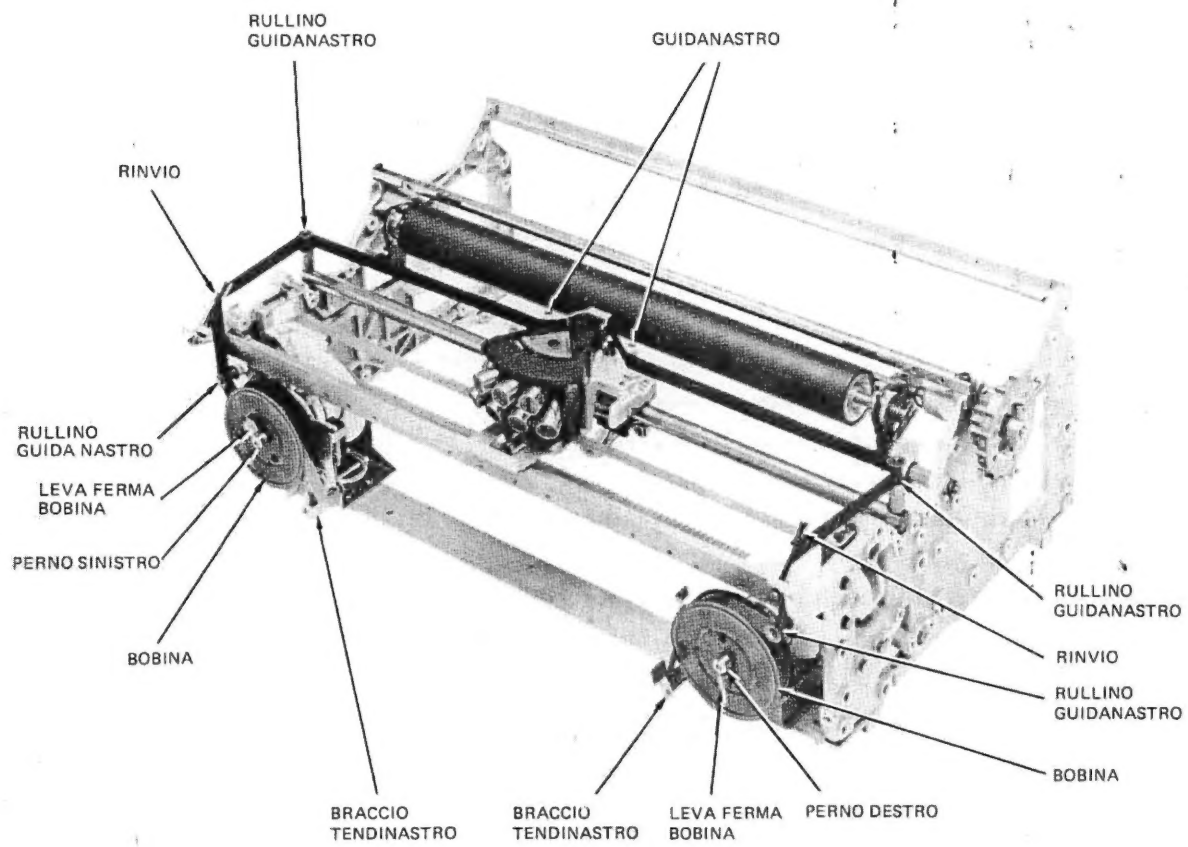

Figura 7.2. - Schema sostituzione nastro
- ruotare di 90° verso l'esterno le leve ferma-bobine, liberare le bobine dai bracci tendinastro e sfilarle dai rispettivi perni, asportando il nastro usato (per questa operazione e per le successive, vedere figura 7.2.)
- far passare il nastro tra i rullini guida-nastro ed i rinvii, seguendo il percorso indicato in figura 7.2.